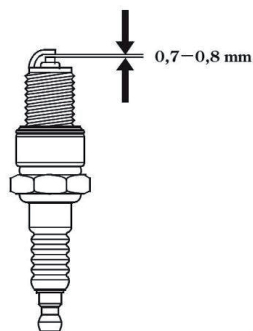

рис.8
7.2 Свеча зажигания см. рис.8
- рекомендуется проверить величину межэлектродного зазора, который должен составлять 0,7-0,8 мм. При существенном отклонении величины зазора от указанной, необходимо его отрегулировать (восстановить) или заменить свечу (см. рис.8);